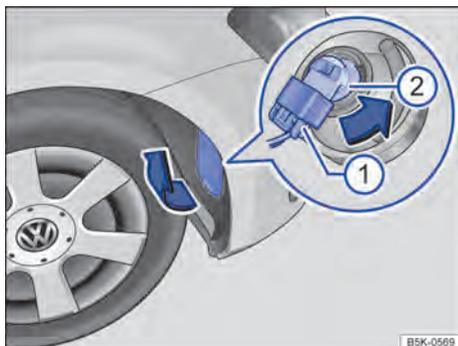

Fig. 199 No protetor da caixa de roda dianteiro direito: substituir a lâmpada incandescente no farol.
3. Cobertura na moldura da caixa de roda na posição do sentido anti-horário.  girar e levantar no sentido da seta → Fig. 199.